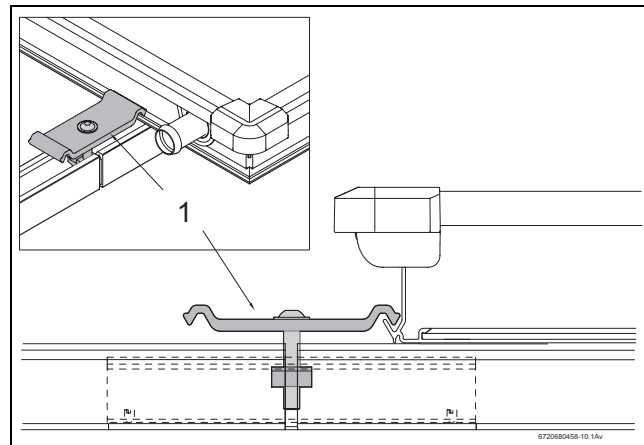

Рис. 36 Установка двухстороннего зажима
- ▶ Установите двухсторонний зажим гайкой вниз в отверстие профильной рейки и соединительной вставки так, чтобы пластмассовая распорка (рис. 36, [1]) охватывала профильную рейку.